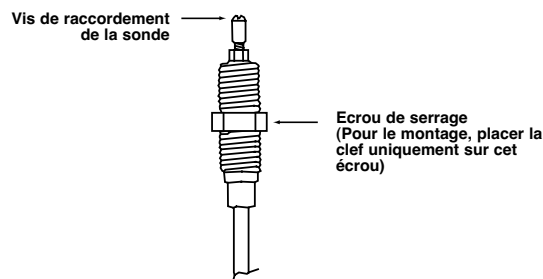

Figure 3 –
2. Bien serrer, en veillant à placer la clef **UNIQUEMENT** sur l'écrou de serrage. Voir **figure 3**.
3. Visser le boîtier du transmetteur sur la sonde. Voir **figure 3**.